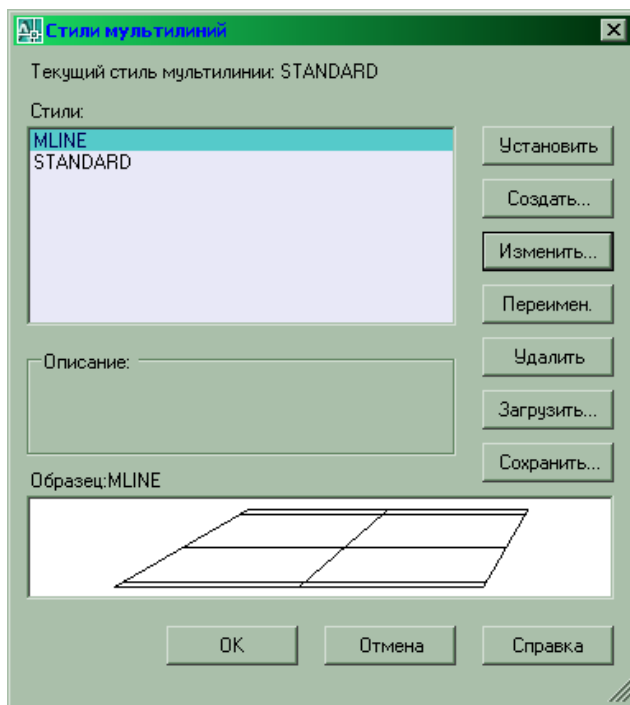

Рис. 4.6. Диалоговое окно выбора стиля мультитинии
*Стиль мультилинии* представляет собой описание линий, из которых состоит мультилиния, расстояний между ними, а также способ построения концов и углов мультилинии. Управление стилями производится через диалоговое окно «Стили мультилиний», которое вызывается через меню **Формат – Стили мультилиний**. Диалоговое окно показано на рис. 4.6.